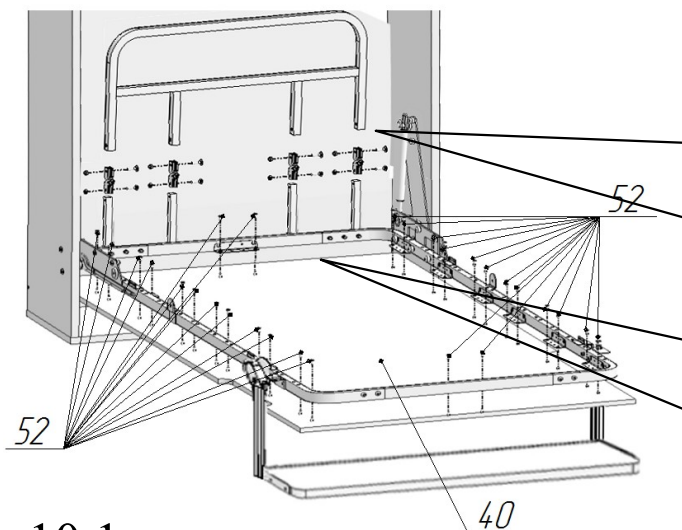
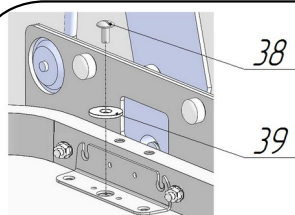
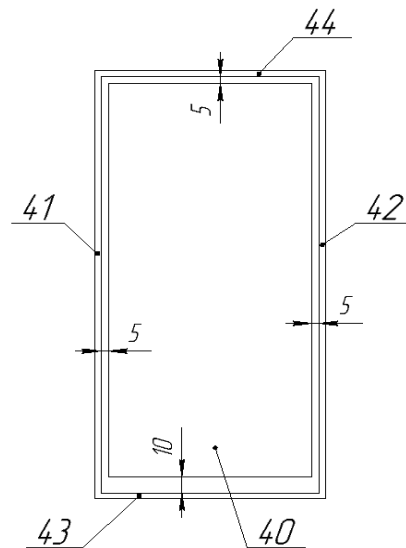

Рис.10.1
Рис.10.3 Регулировка положения щитов
Рис.10.4
13. Установить шарниры поз. 11 в бортик поз.6 и стойки бортика поз.9 (рис.10.1 и 10.2). Закрепить, используя Винт М6х25 поз.16, гайку М6 со стопорным кольцом поз.23.
Шайбу подложить под головку винта. Привести кровать в вертикальное положение. Последующей регулировкой щита обеспечить зазоры между стенками короба поз.41,42, верхней панелью поз.44 и щитом декоративным поз.40 — 5 мм (рис.10.4 и 29), между панелью нижней поз.43 и щитом декоративным поз.40 — 10 мм (рис.10.4 и 29). Регулировку щита произвести следующим образом: привести кровать в горизонтальное положение, ослабить винты М6х13 поз. 38 (рис.10.3). Сместить декоративный щит в необходимом направлении. Затянуть винты М6х13 поз. 38. При необходимости повторить операцию выравнивания. Окончательно закрепить декоративный щит на раме, используя саморезы Ø4х16 поз.52 (рис.10.1).